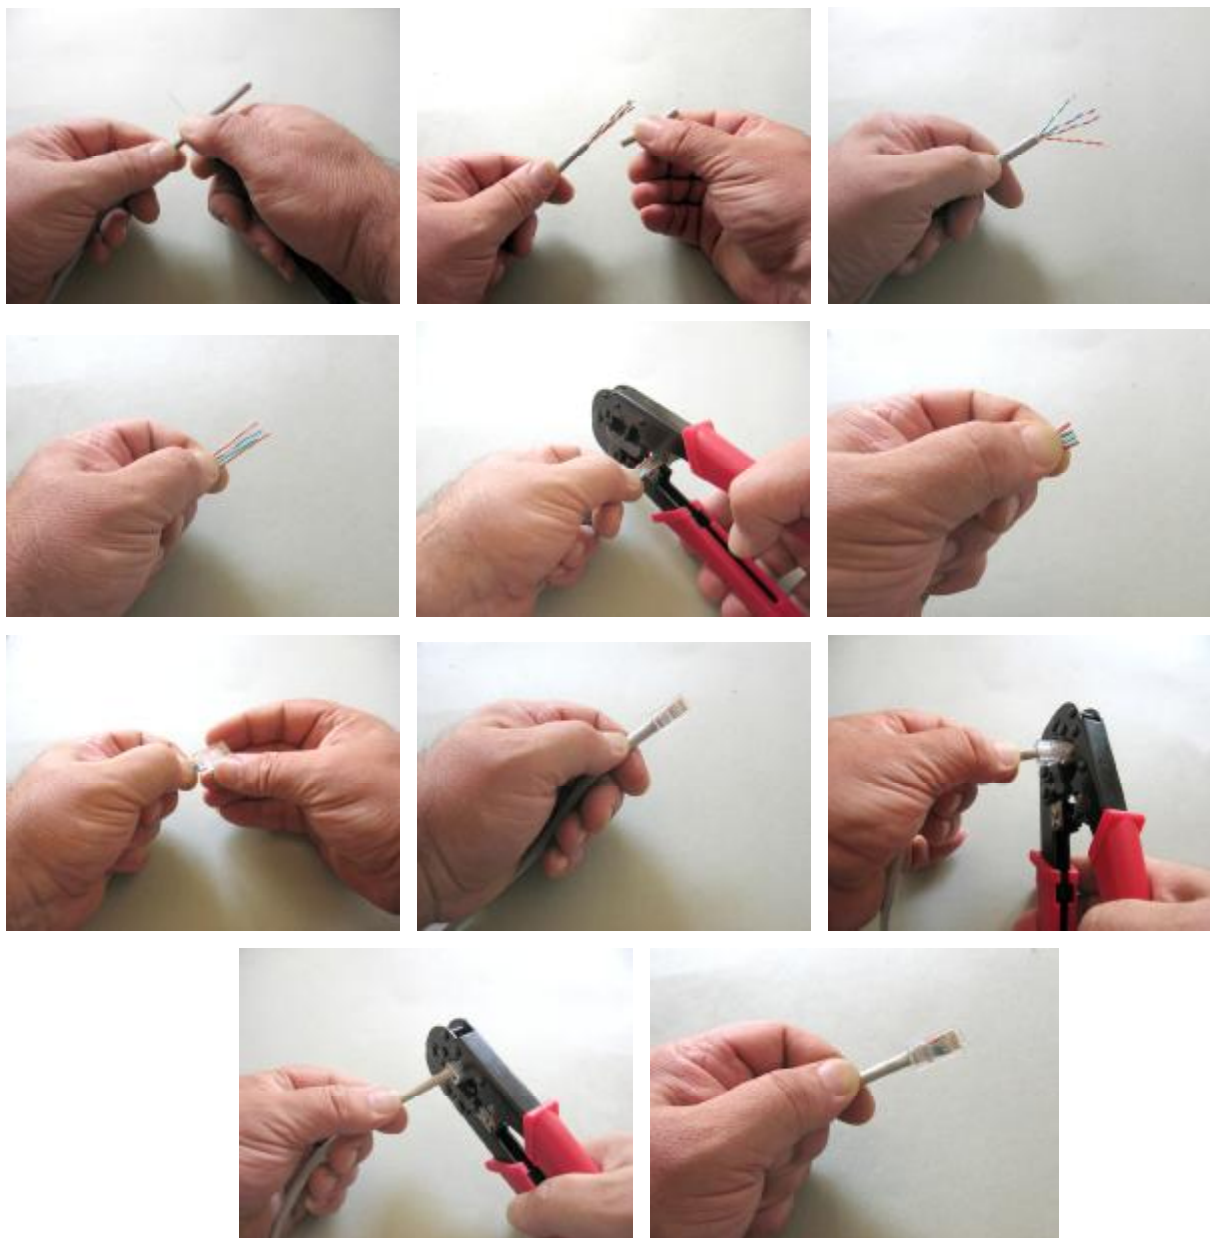

Fig. 11 – Etapele sertizării unui conector RJ-45
- Se îndepărtează mantaua cablului pe o lungime de cca. 3 cm. Pentru aceasta, se crestează circular cu un cuțit mantaua cablului. Crestarea mantalei se va face superficial pentru a nu deteriora izolația firelor. După crestare, se răsuțește capătul crestat și mantaua se desprinde (Fig. 11).